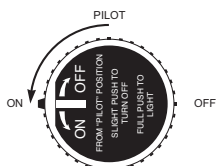

Figura 5 - Posición ON (Encendido)
8. Cuando el piloto permanezca encendido, encienda el calentador girando lentamente la perilla de la válvula de control 1/4 de vuelta hacia la izquierda, a la posición ON (Encendido) (consulte la figura 5).